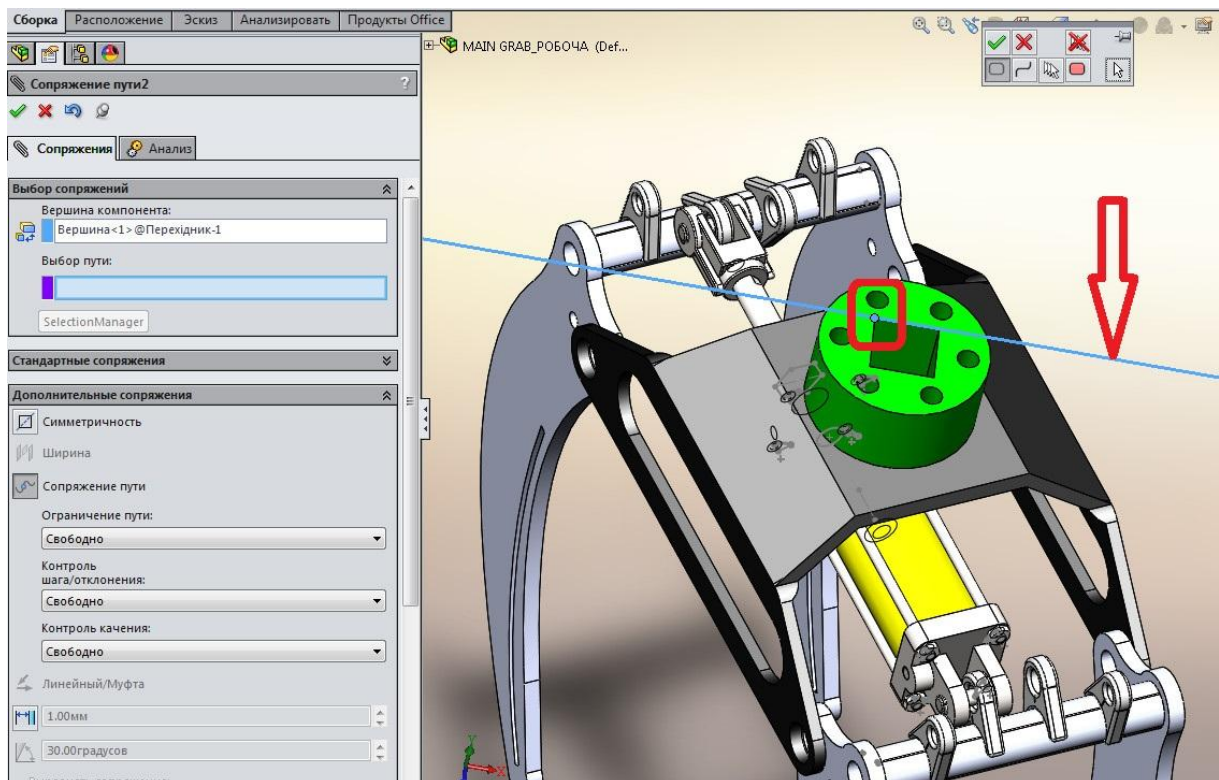

Рис.2. Створення спряження шляху
a. У полі **Вершина компонента** виберіть вершину компонента для приєднання до шляху, як це показано на рис.2.
b. У полі **Вибір шляху** виберіть криву ескізу за допомогою **Selectionmanager**, як це показано на рис.2.